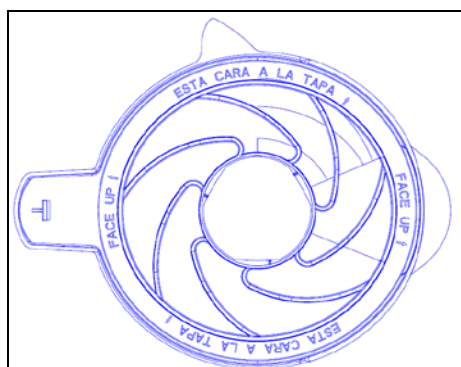
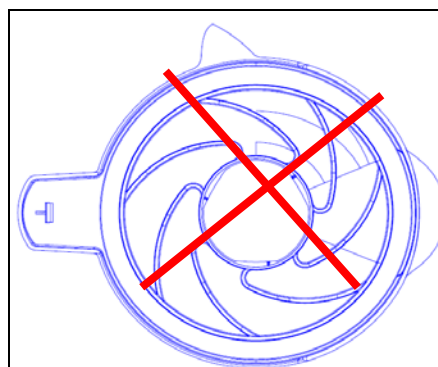

Abbildung 15
Abbildung 16
1. Abdeckung des SS-Kruges: Zur Abdeckung des Kruges. Ein Dichtungsring im Inneren kann verhindern, dass Essen, Suppe oder Dampf austritt; Wenn der Dichtungsring montiert wird, müssen die Worte “ESTA CARA A LA TAPA↑,FACE UP ↑” dem Benutzer ersichtlich sein – siehe Abbildung 15, ansonsten kann Flüssigkeit austreten.(Abbildung 16)